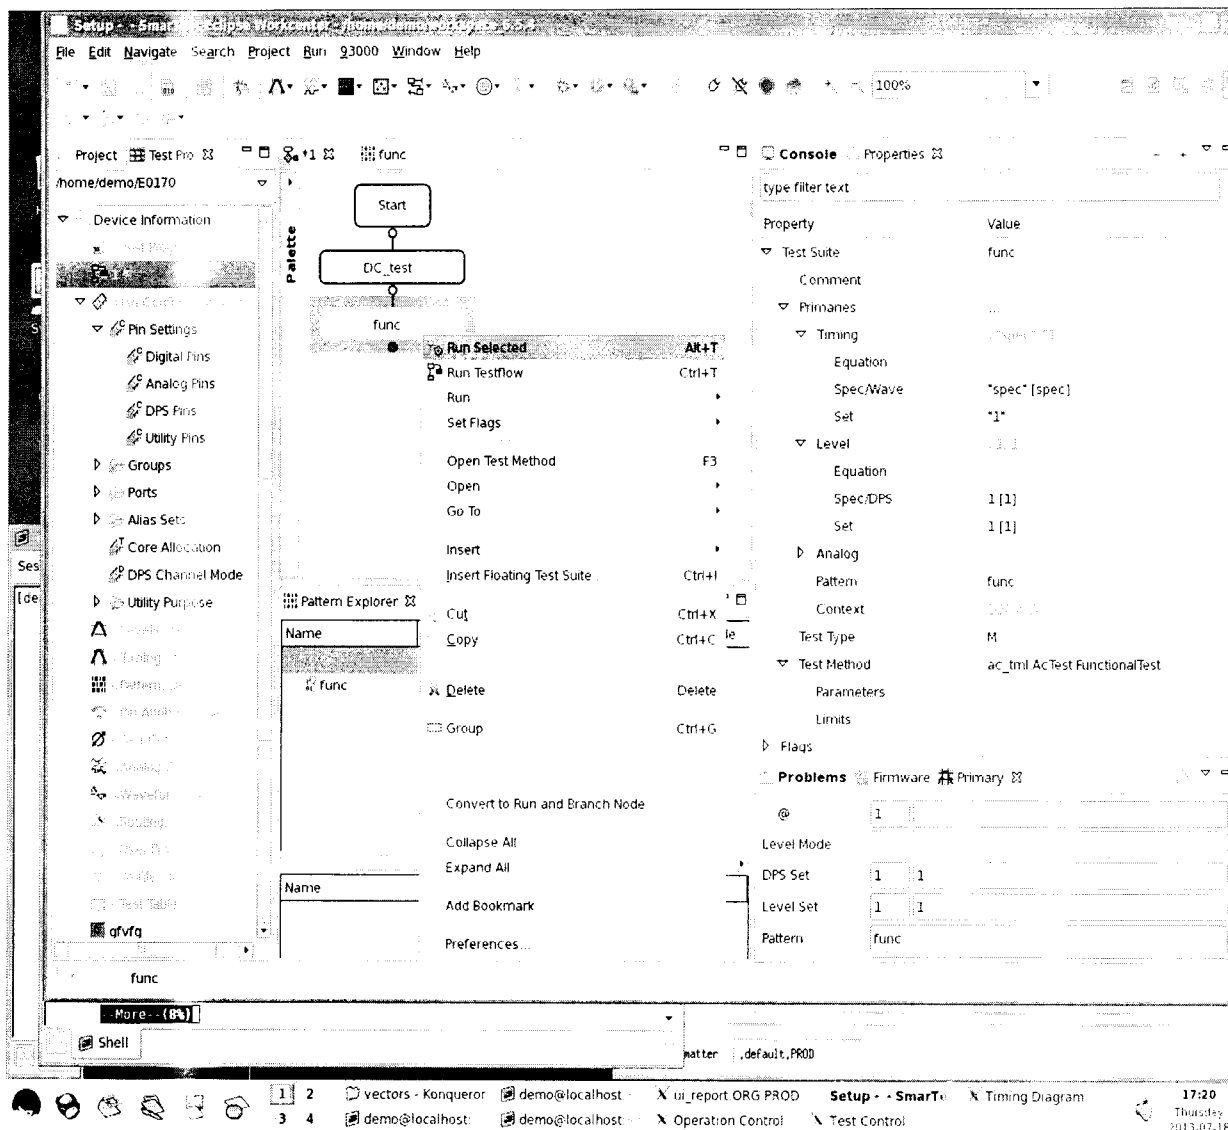

Рис. 5.3.6.18
5.3.6.2 Подключить осциллограф к выводу 10101 и нажать на нем кнопку «auto-scale». Измерить с помощью осциллографа частоты для значений: 1, 10, 25, 50, 100 МГц, неравномерность вершины импульса, выбросы на вершине и в паузе, скорость нарастания для частот: 1, 10, 25, 100 МГц. Частоты изменять в окне «SpecTool» (рис. 5.3.6.6), затем загружать в аппаратуру тестера выбрав в меню «File» строку «Download» (рис. 5.3.6.7).